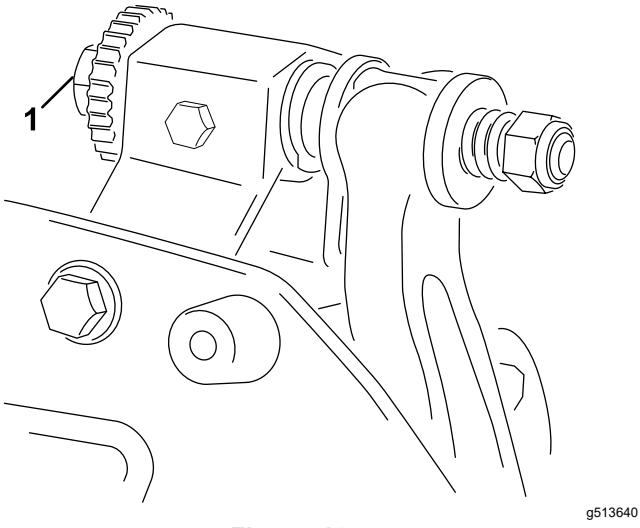

Figura 10
- A. Rode os parafusos de ajuste da barra de apoio no sentido dos ponteiros do relógio (**Figura 10**), um clique de cada vez, até que se veja e oiça um leve contacto.
6. Rode o parafuso de ajuste da barra de apoio direita (Figura 10) até sentir uma ligeira pressão no calço deslizando-o de um lado para o outro. Retire o calço.